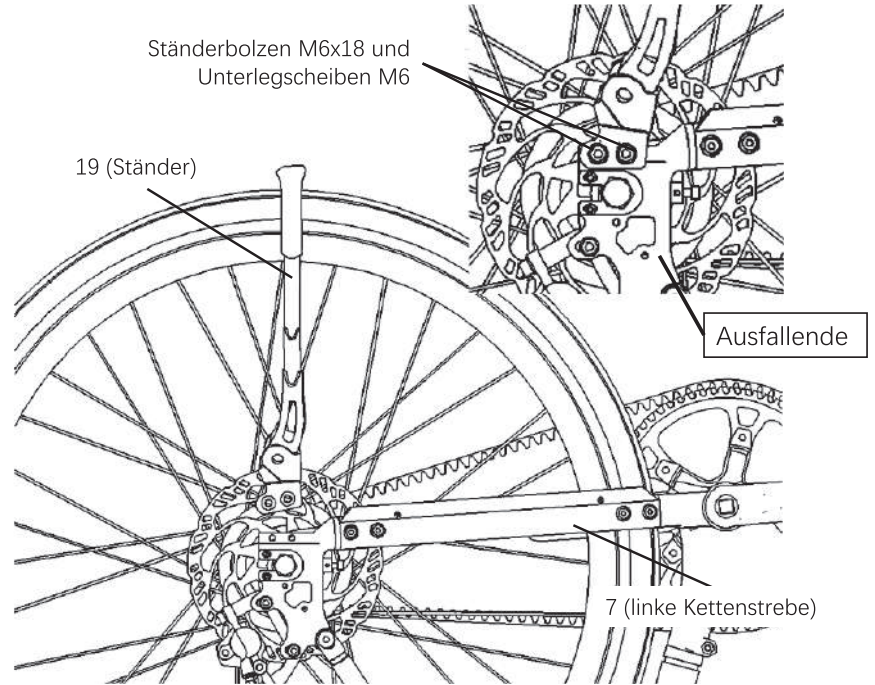

Abb. 43: Den Ständer an Teil 7 montieren
b. Befestigen Sie Teil 19 mit einem 5mm-Inbusschlüssel am Ausfallende von Teil 7, wie in Abb. 43 gezeigt.